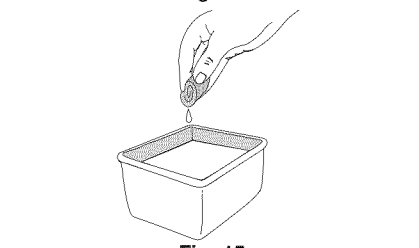

Fig. 15
3. Lave el filtro con agua y detergente (Fig. 15). Enjuague bien el filtro. Escurra el exceso de agua. Déjelo secar por completo.